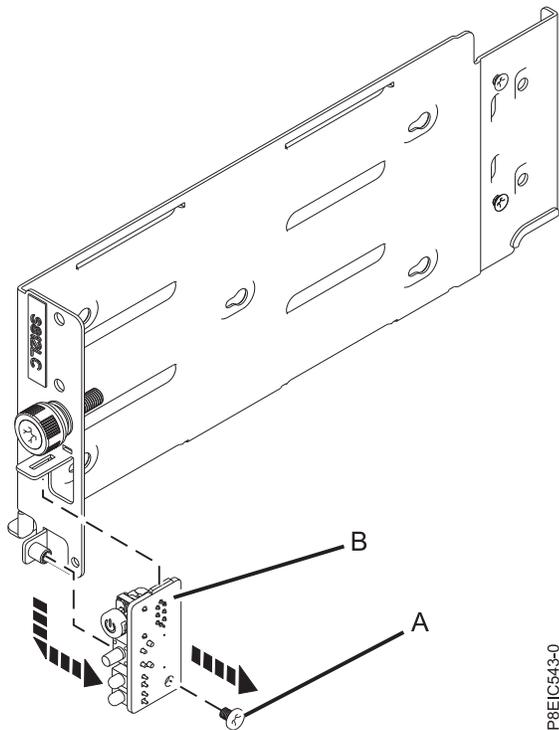

Figura 62. Removendo a placa do comutador de energia
9. Remova o parafuso (A) da placa do comutador de energia (B); em seguida, abaixe a placa do comutador de energia e o cabo para fora do suporte, conforme mostrado na Figura 62 na página 56.